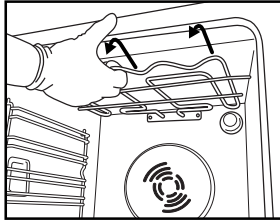
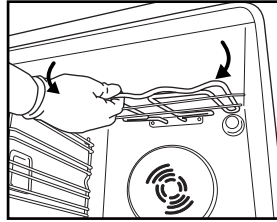

Fig. 2
Fig. 3
2. Extraiga ligeramente la resistencia (Fig. 2) y bájela (Fig. 3).